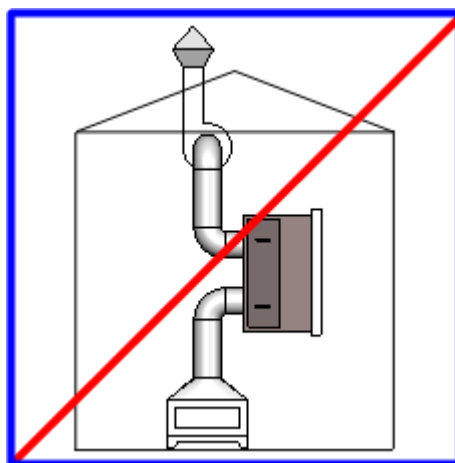

РИС. 5. ЗАПРЕЩЕНО РАСПОЛАГАТЬ ОБОРУДОВАНИЕ В ВЕРТИКАЛЬНОМ ПОЛОЖЕНИИ
- в вертикальном положении (Рис. 5);